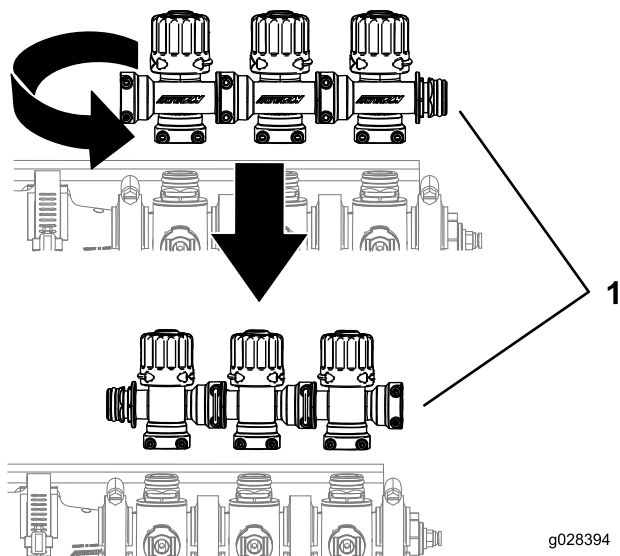

Рисунок 11
5. Поверните блок перепускных клапанов стрелы на 180 градусов, как показано на Рисунок 11.